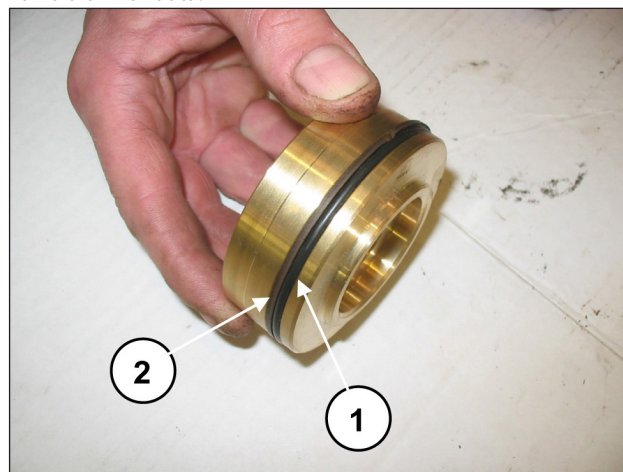

Fig. 127
Montare O-ring, pos. esploso n. 17 (pos. ①, Fig. 127) e anello antiestruzione, pos. esploso n. 21 (pos. ②, Fig. 127) sul tappo valvola di mandata.